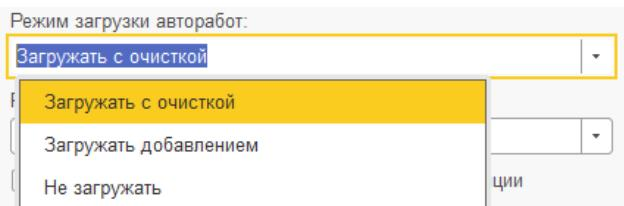

Рис. 7. Обработка "Обмен с audatex web"; закладка "Обмен", режим загрузки авторабот
3. **Реквизиты "Режим загрузки авторабот" и "Режим загрузки деталей"** – позволяют настроить режимы загрузки номенклатуры и авторабот (Рис. 7):